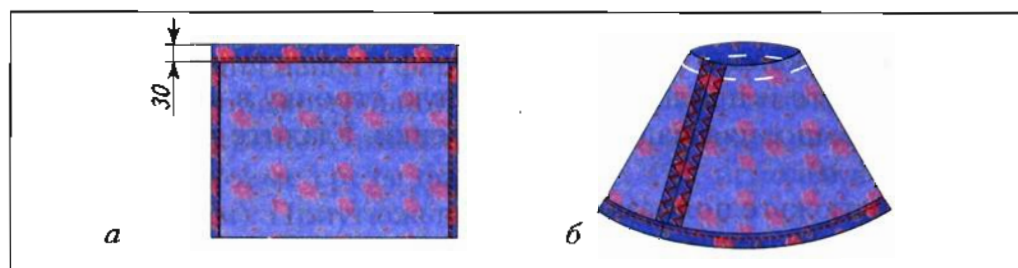

Рис. 51. Обработка верхнего среза (кулиски)
3. Проложите машинную строчку на расстоянии 1–2 мм от второго сгиба, выполняя закрепки в начале и конце строчки (рис. 51, а).
5. Удалите ручные стежки. Припуски швов разутюжьте (рис. 51, б).
1. Перегните на изнаночную сторону цельнокроеный пояс по линии перегиба, обозначенной прямыми стежками ниткой контрастного цвета (см. рис. 51, б). Приколите булавками. Заметайте. Приутюжьте сгиб.
2. Удалите ручные стежки. Приутюжьте шов (рис. 51, б).